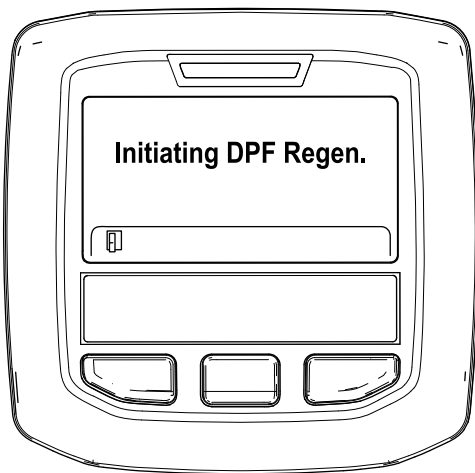

Figura 34
A. Aparece el mensaje “Iniciando regeneración del FPD” (Figura 34).